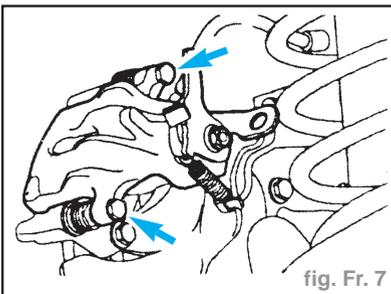

fig. Fr. 7
- Détacher l'étrier (fig. Fr. 7).
- Poser l'étrier (fig. Fr. 7). Serrer les vis à **3,5 daN.m.**